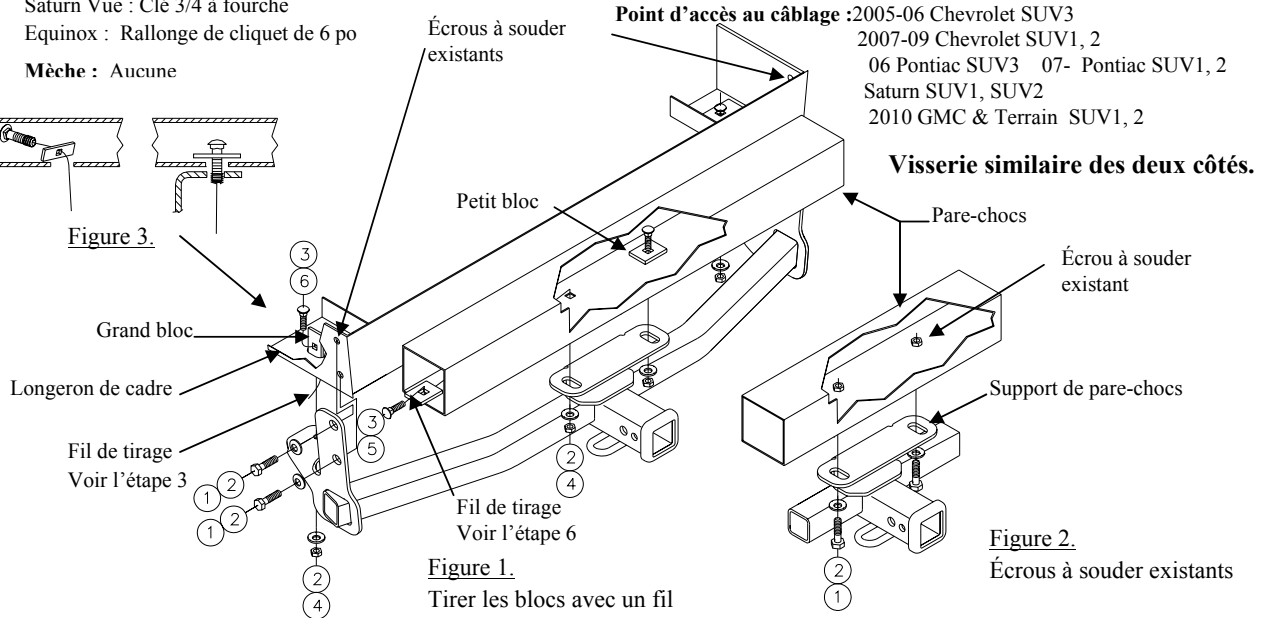

Figure 1.
4. Raise the hitch into position; lifting the bumper mounting bracket over the fascia (where needed). Secure with M12 bolts and conical washers into the existing weld nuts, being careful not to push the bolts into the frame, as shown Figure 1.
6. Saturn Vue: Pull carriage bolts and small blocks thru end of the bumper and feed through the bumper mounting bracket using the pull wire. Attach conical washer and nut. As shown Figure 1.
4. Soulever l'attelage en position; lorsque nécessaire, soulever le support de montage du pare-chocs par-dessus le carénage. Installer les boulons et les rondelles coniques M12 dans les écrous à souder existants, en prenant soin de ne pas pousser les boulons dans le cadre de châssis, comme illustré à la figure 1.
6. **Saturn Vue:** À l'aide d'un fil de tirage, faire passer les boulons de carrosserie et les petits blocs à travers le bout du pare-chocs, puis à travers le support du pare-chocs. Installer une rondelle conique et un écrou. Voir la figure 1.